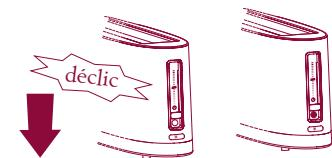

Fig. 9
- 3 Déplacer le sélecteur de grillage vers le bas, jusqu'à entendre un déclic : le sélecteur s'enclenchera en position REHEAT . Le témoin situé au-dessous du sélecteur s'allumera (fig. 9).